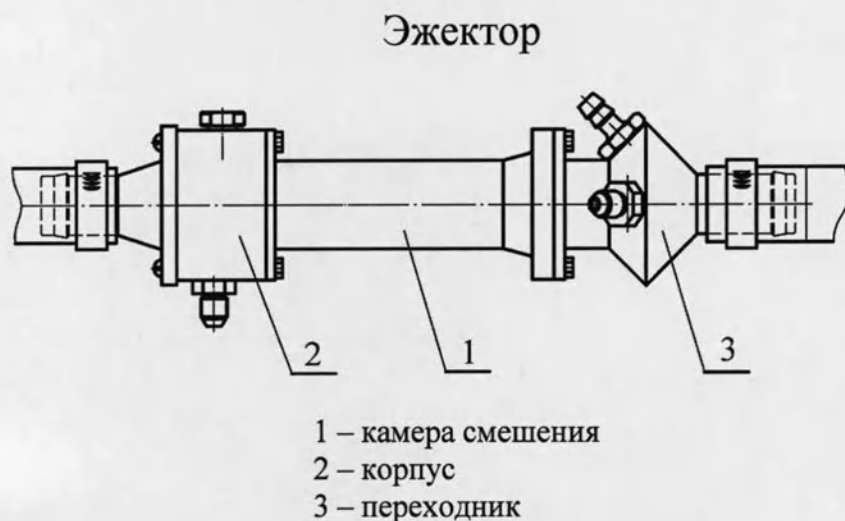

Рис.16
5.12. Эжектор (14 на рис.5) Рис.16 предназначен для создания потока циркуляции по замкнутому контуру. Состоит из камеры смешения, корпуса с соплом и штуцерами и переходника со штуцерами. Эжектор с помощью кронштейна и хомута крепится на основании барокамеры.